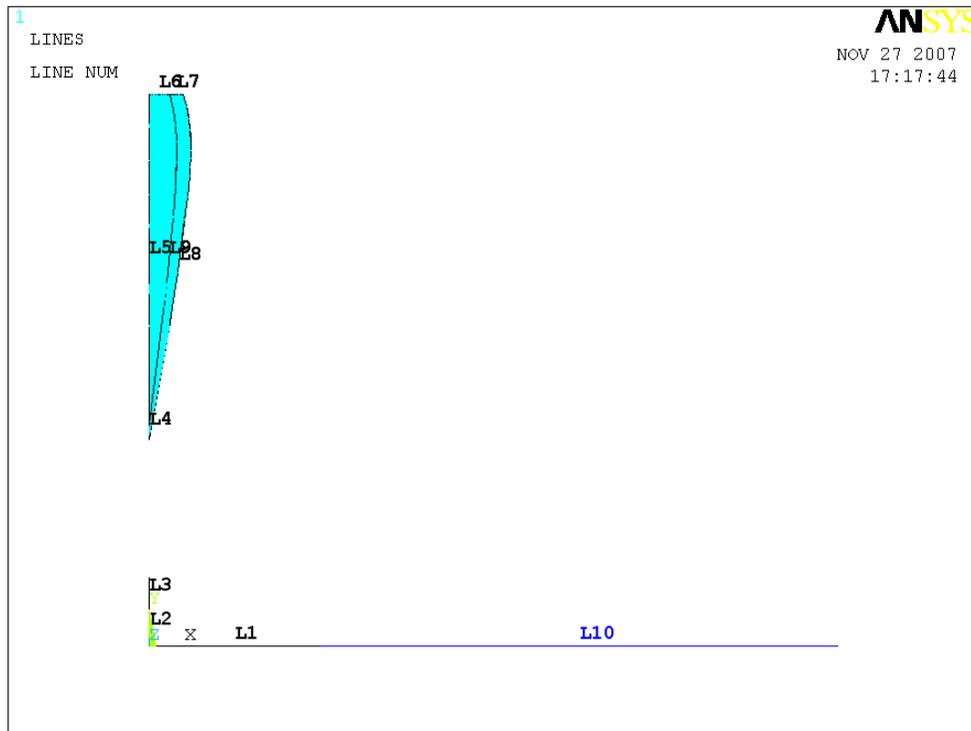

Рисунок 40. Результат выполнения шага 7
- Нажать кнопку ***OK*** для подтверждения окончания выбора (Рисунок 40).